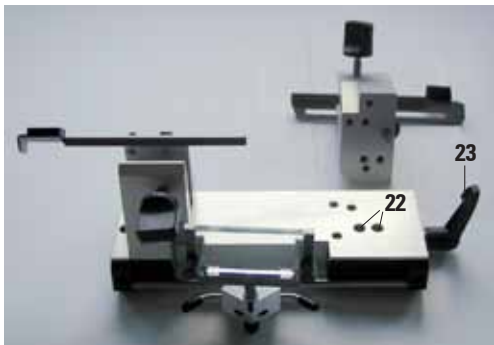

Fig. 11
2. Løsn spændearmen (23, fig. 11) på højre side af knivholderen, og vælg frivinkel 0. Gør dette ved at justere, så tallet 0 står ud for indeksmærket (25). Spænd derefter spændearmen (23, fig. 11) igen. Hvis snittene ikke bliver tilfredsstillende, skal du forøge frivinklen i 1°-trin, indtil resultatet er optimalt.
Indstil først frivinklen til 0. Gør dette ved at løsne spændearmen (23, se fig. 11) og stille indeksmærket (26) på tallet nul på frivinkelskalaen (27). Luk spændearmen (23). Hvis resultaterne ikke er tilfredsstillende, skal du langsomt forøge frivinklen i 1°-trin, indtil resultatet er optimalt.